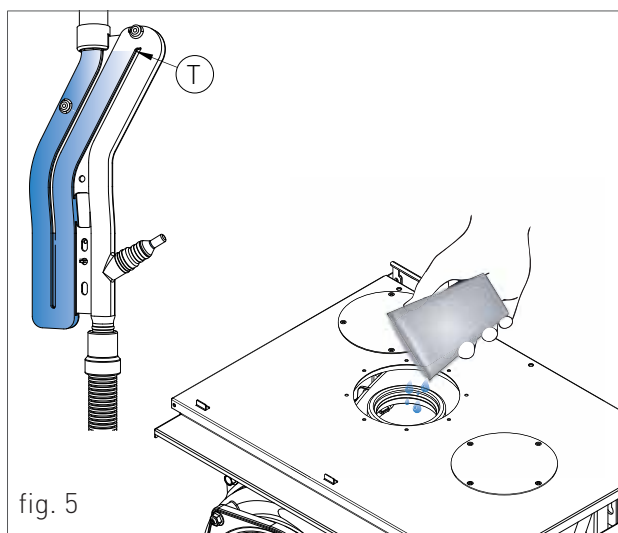

fig. 5
Procedere al riempimento del sifone raccogli condensa nel seguente modo (vedi fig. 5):
- › Con un bicchiere versare acqua nell'uscita di scarico fumi dello scambiatore (vedi fig. 5), fino a riempire il sifone al punto più alto "T" (fig. 5);